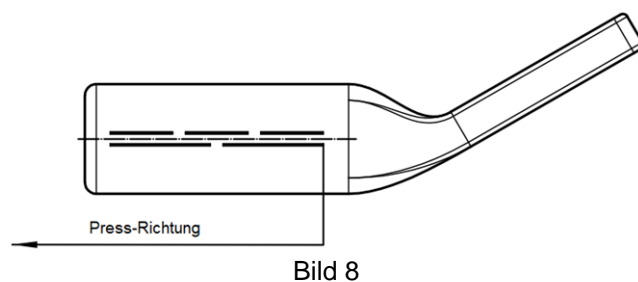

Bild 8
19. Pressen Sie das Verbindungsrohr mit dem auf der Zeichnung angegebenen Werkzeug. Das Verbindungsrohr muss in der Reihenfolge der Pressmarkierungen auf dem Rohr zusammengedrückt werden, beginnend an der Zunge und in Richtung des Rohrendes (Bild 8). Siehe Nr. 29 zur Überprüfung der Krimpung.